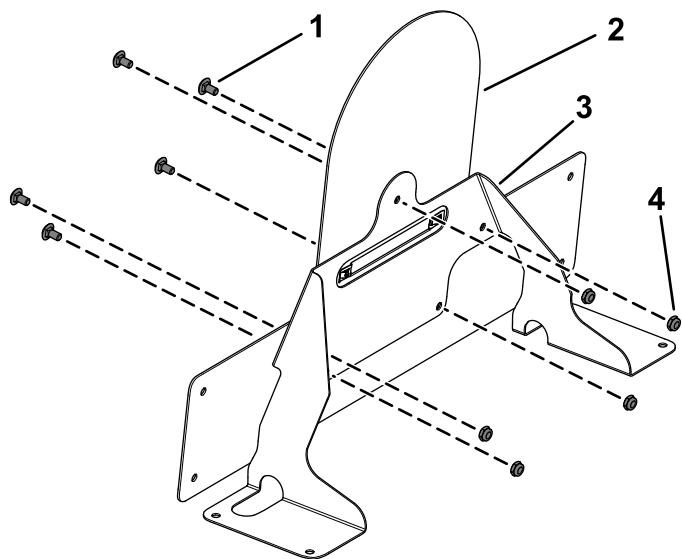

Figur 26
- Monter de 2 hastighedsmøtrikker på hastighedspladebeslaget (Figur 26).